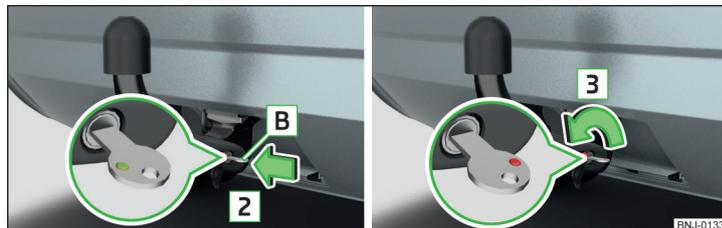

Fig. 159 Meter a chave no fecho / desbloquear o fecho
- Meter a chave **B** no fecho no sentido da seta **2**, de modo que a sua marcação verde indique para cima » Fig. 159.